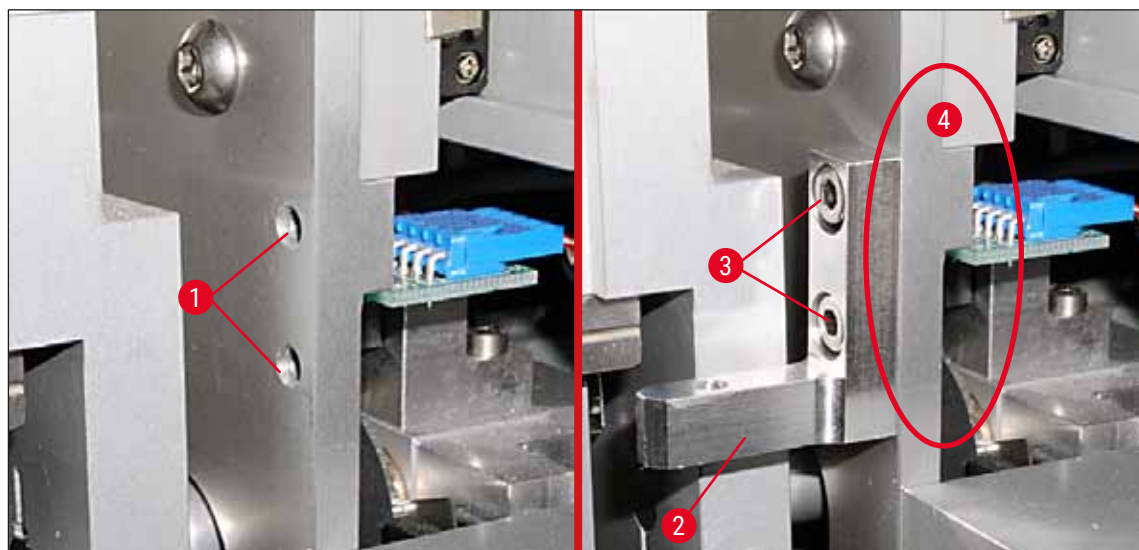

Fig. 21
2. Spænd først monteringsvinklen (→ Fig. 21-2) i borerne (→ Fig. 21-1) i kabinévæggen (→ Fig. 21-4) med de to skruer (→ Fig. 21-3). Sørg for, at monteringsvinklen sidder parallelt med kanten på kabinetvæggen (ellipse, (→ Fig. 21)).
2. Hvis objektglassets kant berører låget på børsteholderen, kan der udføres en finjustering, efter at skrueene (→ Fig. 21-3) på kabinetvæggen (→ Fig. 21). Udnyt her frigangen, der findes i borerne.